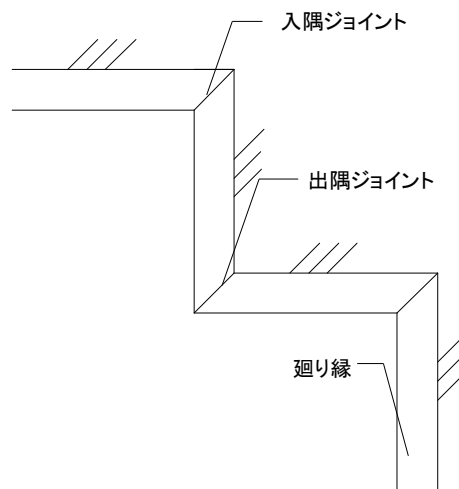

図2-2-3 廻り縁の取付け①(廻り縁の出隅、入隅)
③切断時は金切り鋸を用いて切断し、切断部分はヤスリ(細目)にて面合わせをすること。
④廻り縁のジョイント部は必ず専用の廻り縁ジョイントを使用し、出隅および入隅については、廻り縁を約 45 度で切断して廻り縁ジョイント(出墨、入墨ジョイント)により接続すること。(図 2-2-3、図 2-2-4 参照)